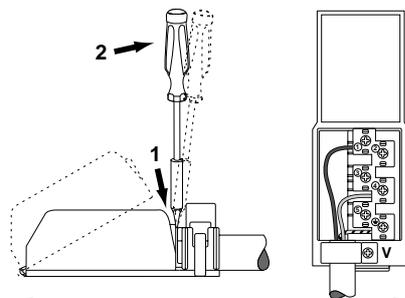

fig.11
- Afloje el tornillo de la mordaza de terminal de cable "V" y los tornillos de los contactos (fig. 11).